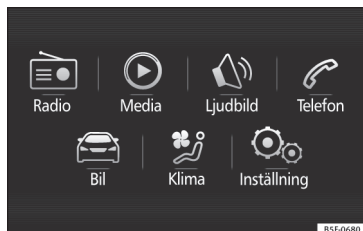
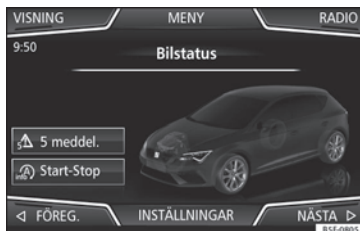

Bild 40 Easy Connect: Huvudmenyn
Bild 41 Easy Connect: CAR-meny
- Tryck på systemets **MENU**-knapp och sedan på funktionsknappen **Vehicle** » bild 40 eller systemets **CAR**-knapp för att gå till meny **Vehicle** (fordon) » bild 41.
- Tryck på funktionsknappen **INSTÄLLNINGAR** för att öppna meny **Vehicle settings** (fordonsinställningar) » bild 41.